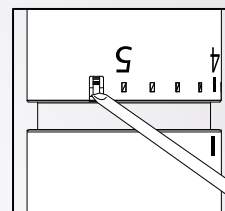

Fig.3
- Insérez un petit tournevis dans le trou près du numéro "5" (fig. 3) et poussez l'élément à fond (pour faciliter ceci, il faut légèrement tourner la tête autour de la position désirée).